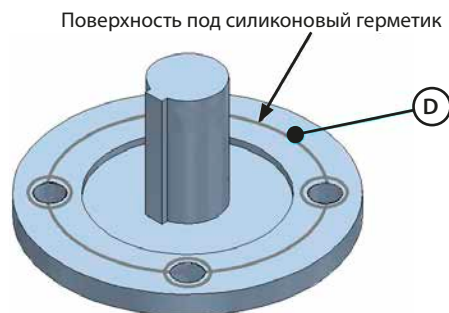

Рисунок 5 – Уплотнение монтажного фланца арматуры
- 3) Рекомендуется уплотнять фланцы при соединении силиконовым герметиком. Нанести кольцо силиконового герметика вокруг монтажной поверхности фланца, кольцо на одинаковом расстоянии от штока по монтажным отверстиям. Нанести небольшие кольца герметика вокруг каждого из монтажных отверстий для полного уплотнения поверхностей. Линия, отмеченная "D" на Рис. 5, указывает, где необходимо наносить герметик на монтажный фланец арматуры. Допустимые герметики смотреть в таблице 4 на стр. 16.
Если для управления редуктором используется привод, то сопрягаемые поверхности между входным фланцем редуктора и выходом привода должны быть герметизированы перед сборкой использованием кольца из силиконового герметика, нанесенного на тот же радиус, что и монтажные отверстия, нанести небольшие кольца герметика вокруг каждого из монтажных отверстий для полного уплотнения поверхностей (указан в Рис. 5).